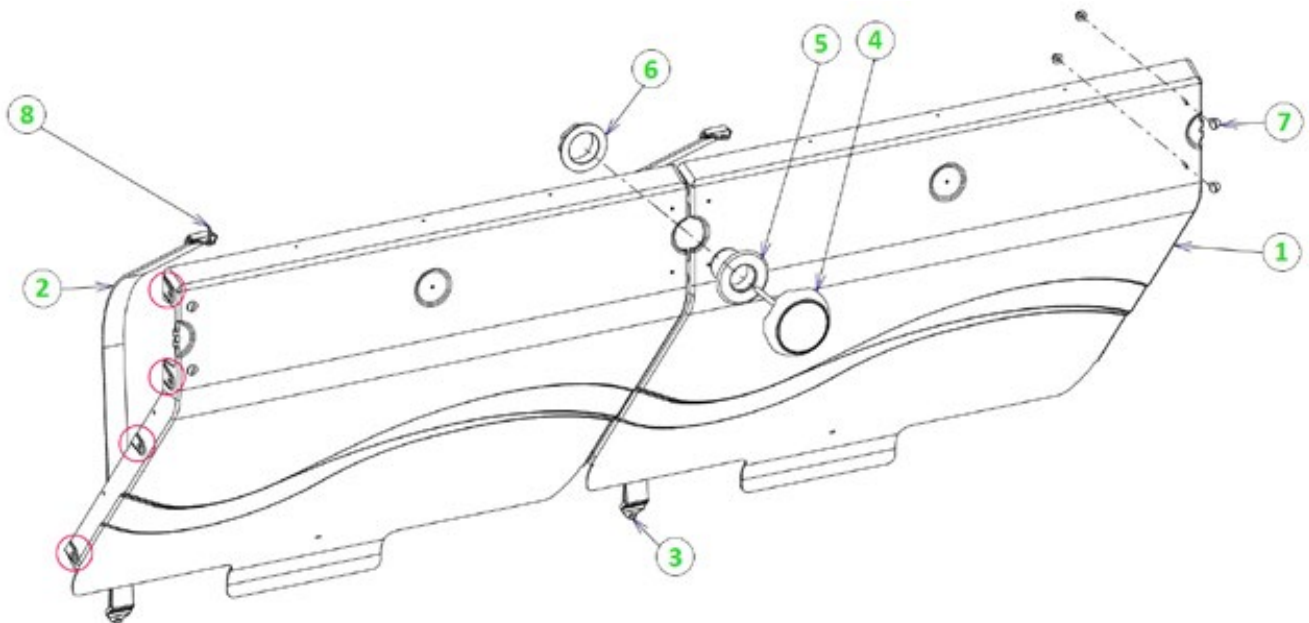

Figure 43 – Montage de la paroi de séparation et du projecteur
Depuis le 1er janvier 2004, la norme NF P 90-308 impose la présence d'une séparation entre la zone recevant la couverture et le reste de la piscine. La pose de ces parois de séparation est donc indispensable. Les étapes de montage de la paroi de séparation et du projecteur sont illustrées à la **Figure 43**. La visserie nécessaire à ce montage se trouve dans le sachet Y.
Assemblez les deux modules (1) de paroi de séparation à l'aide de 8 vis à tête hexagonale 8 × 20 en inox A4, et de 8 écrous de diamètre 8 mm, en intercalant une rondelle de diamètre 8 mm de chaque côté de la paroi, soit un total de 16 rondelles. Les emplacements de ces vis sur les parois sont signalés par quatre cercles rouges à la **Figure 43**.